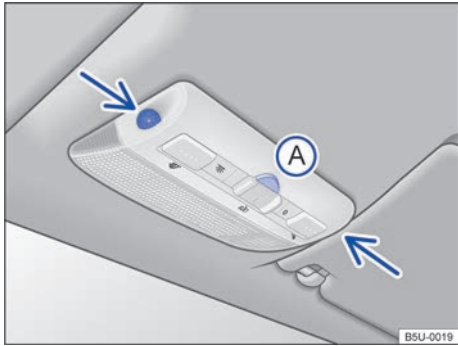

Fig. 31 En la consola del techo: sensores de monitoreo del interior del vehículo y tecla **A** para desconectar el monitoreo del interior del vehículo.
El monitoreo del interior del vehículo dispara la alarma con el vehículo bloqueado, si reconoce movimientos en el interior del vehículo. El sensor y el receptor están ubicados en el conjunto de la luz de lectura \Rightarrow fig. 31 (flechas).
- Presionar la tecla \Rightarrow fig. 31 **A**. En el panel de instrumentos, la luz de control  permanecerá encendida.